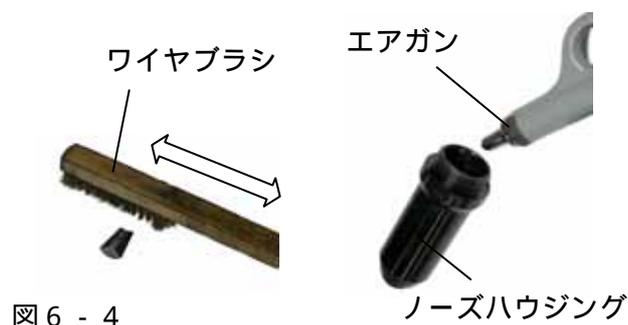

図6-4
(3) これらの部品を灯油等で洗浄してください。特に、ジョーの歯に詰まった金属粉はワイヤブラシ等で充分に取り除いてください。また、ノーズハウジングとパワーカップリングの内側は圧縮空気を吹き付ける等により掃除してください。（図6-4）